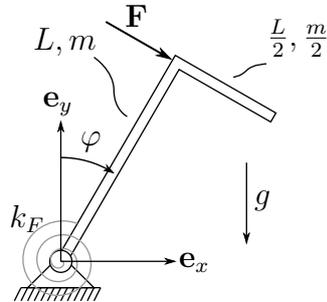

Abbildung 2: Mechanisches System
3. Gegeben ist das in Abbildung 2 dargestellte mechanische System. Ein Träger ist im Ursprung drehbar um den Winkel φ gelagert und setzt sich aus zwei starr miteinander verbundenen Stäben zusammen. Die Stäbe haben die Länge L bzw. $L/2$ und die Massen m bzw. $m/2$. Näherungsweise kann das Massenträgheitsmoment eines Stabes mit $\theta_{zz,Stab}^{(S)} = \frac{m_S L_S^2}{12}$ angegeben werden. Die Erdbeschleunigung g wirkt in negative \mathbf{e}_y -Richtung.